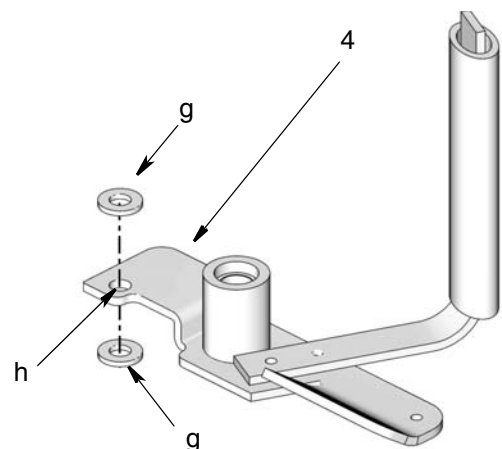

ABB. 8
- a. Bringen Sie die Scheiben (g) mit der Öffnung in der Basis (h) des Rührflügels (4) in Übereinstimmung. Eine Scheibe sollte auf der Öffnung und eine an der Unterseite (hinten) liegen, wie in ABB. 8 gezeigt.